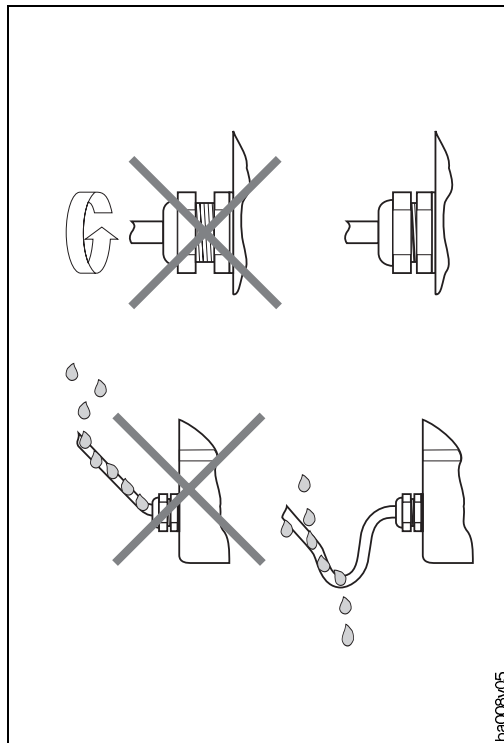

Fig. 5
- Serrer les presse-étoupe à fond (fig. 5)
- Afin d'éviter la pénétration de liquides dans le presse-étoupe, former une boucle avec le tronçon de câble précédant le presse-étoupe, voir fig.5.